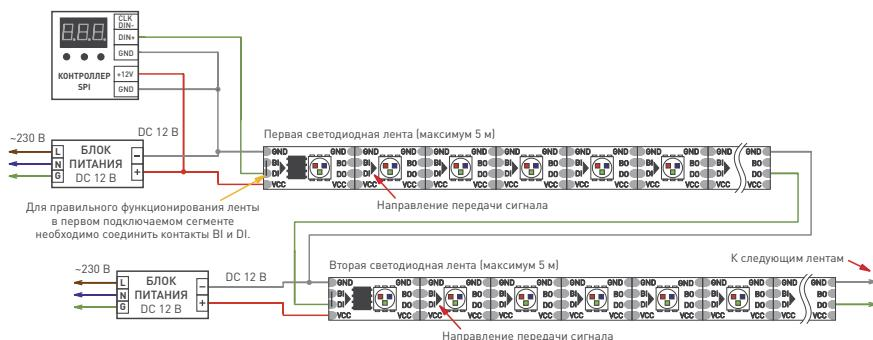

Рис. 2. Схема подключения ленты при управлении от внешнего контроллера.
- ✓ Подключите ленту в соответствии с выбранной схемой (Рис. 1 или Рис. 2), соблюдая полярность и маркировку проводов. При подключении лент и соединении отрезков учтывайте направление передачи цифрового сигнала, указанное стрелкой на ленте. Вход сигнала управления имеет обозначение «DI», выход – «DO». Для подключения используйте коннекторы из комплекта поставки. Руководствуйтесь маркировкой, нанесенной на ленту (см. таблицу), маркировкой на контроллере и информацией, приведенной на Рис. 3 и Рис. 4.
- ↗ Подключите ленту согласно используемой схеме (Рис. 1 или Рис. 2), соблюдая полярность.